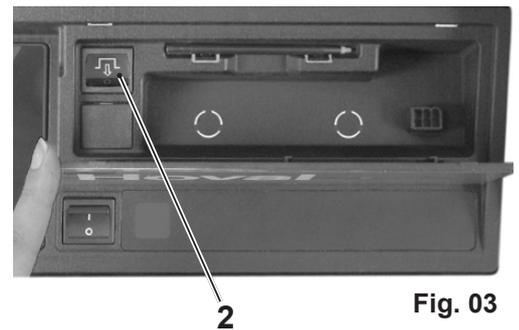

Fig. 03
3. Premere il tasto di reset (2, Fig. 03) finché la spia di segnalazione guasti si spegne. Il guasto è stato confermato e il funzionamento in modo di riscaldamento può essere eventualmente riattivato.